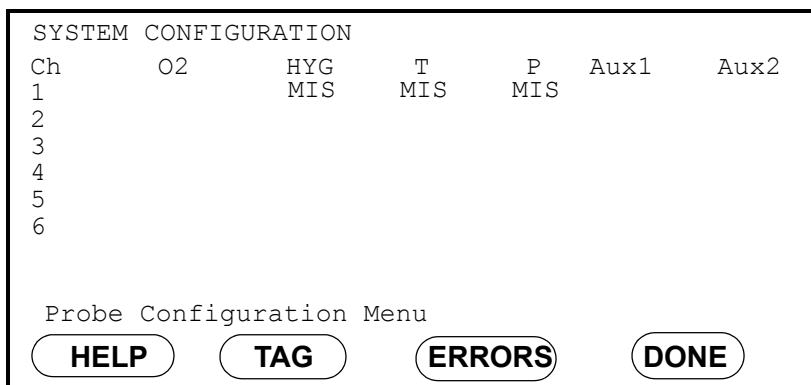

Рис. 4-1: Конфигурация датчика MIS на канале 1
- a. Если датчик Moisture Image Series (MIS) с функциями температуры и давления подключен к каналу 1, следует выбрать “MIS” в колонках гигрометрии, температуры и давления, как показано на рис. 4-1 ниже.